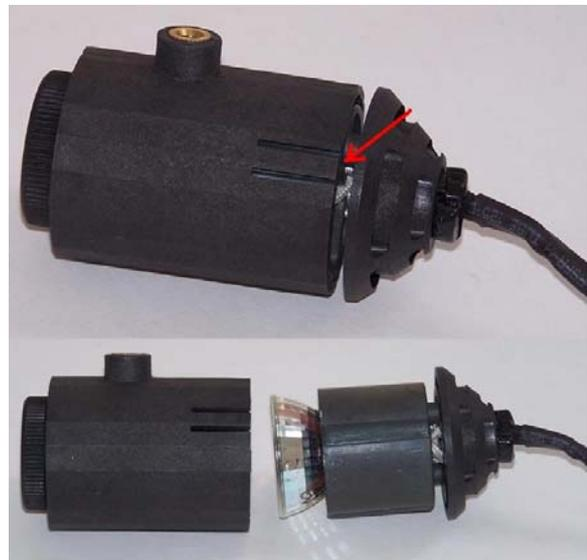

Fig. 1 Cambio de la lámpara de la luz incidente
- Con un objeto plano (p. ej. un destornillador) se levanta un poco la legüeta (!) y se retira el zócalo de la lámpara del compartimiento de la misma. (ver Fig.1)